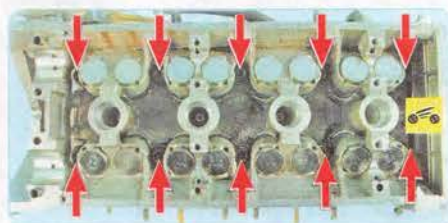

Рис. 5.9. Последовательность затяжки болтов крепления головки блока цилиндров
36. Выверните десять болтов крепления головки блока цилиндров в последовательности, обратной затяжке (рис. 5.9), и снимите головку блока цилиндров.